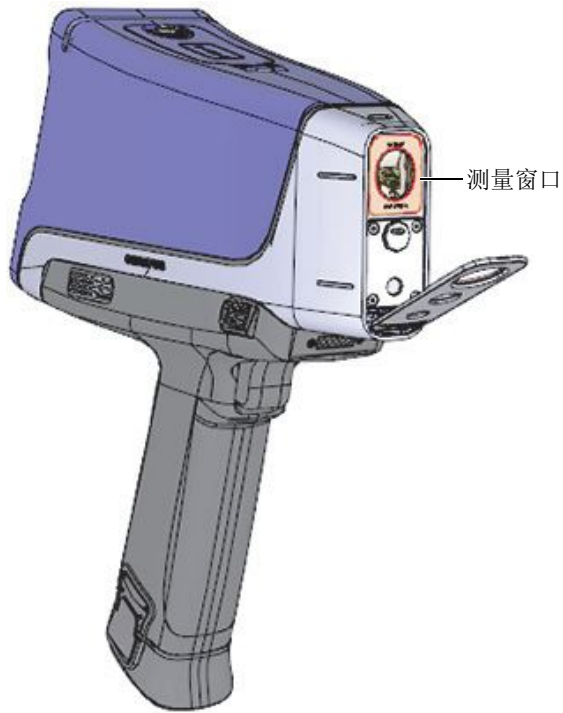

图 4-3 面板完全打开
4. 拉出面板的顶部，使其向下悬空，以接触到测量窗口（参见第94页的图 4-3）。